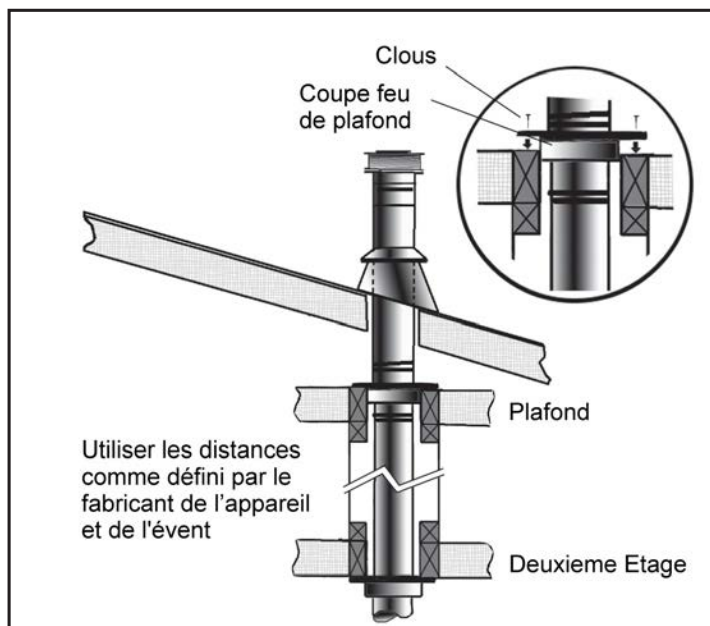
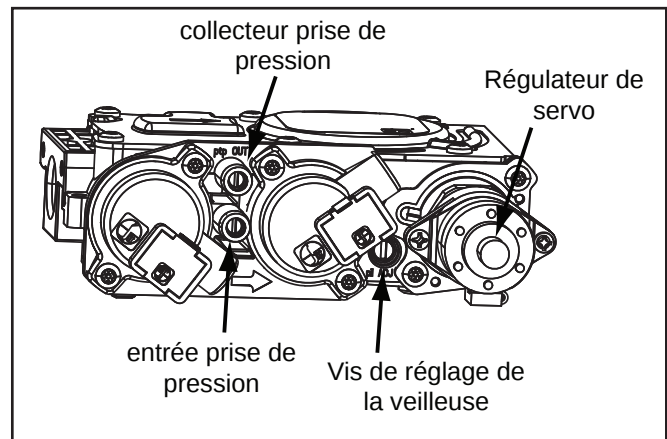

Figure 56: Installation des conduits à plusieurs étages
Figure 57: Vanne de gaz avec pièces identifiées. Voir le manuel de l'utilisateur Dexen pour les détails de la vanne C44ID
- (1) Si vous devez déplacer le système d'évacuation dans le grenier pour éviter les obstacles, il est important de supporter le conduit à chaque 3 pi (914 mm) pour éviter du stress sur les coudes, ou la possibilité de séparation des joints. Des sangles de mur sont disponibles à cette fin (voir la Figure 56).
- (2) Quand possible, utilisez des coudes de 45° au lieu de ceux de 90°. Les coudes de 45° causent moins de restriction au flux de gaz et d'air.
- (3) Pour des installations à plusieurs étages, il vous faut un coupe-feu au plafond du deuxième étage, et à toute étage subséquente (voir la Figure 57). L'ouverture doit être encadrée à des dimensions de 10 po (254 mm) x 10 po (254 mm), de la même manière que démontré dans la Figure 48.